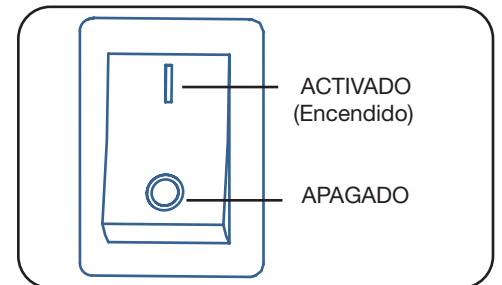

Figura 3-3
2. Si la cultivadora viene equipado con un control de parada de emergencia del motor asegúrese de que el interruptor de control de parada de emergencia esté en la posición de Encendido ACTIVADA antes de intentar encender la cultivadora. Vea la Figura 3-3.
Mueva el interruptor de control de parada a la posición de APAGADO. Vea la Figura 3-3.